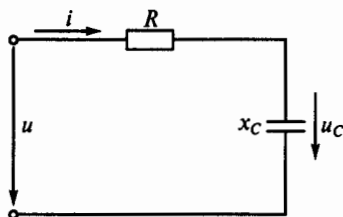

Рис. 105
**3.62.Р.** В цепи синусоидального тока на рис. 105  $R = 5$  Ом, а  $x_C = 8,66$  Ом. Каким будет мгновенное значение общего напряжения  $u$  на зажимах этой цепи, если напряжение на емкости  $u_C = 433 \sin(\omega t - 18^\circ)$ ?